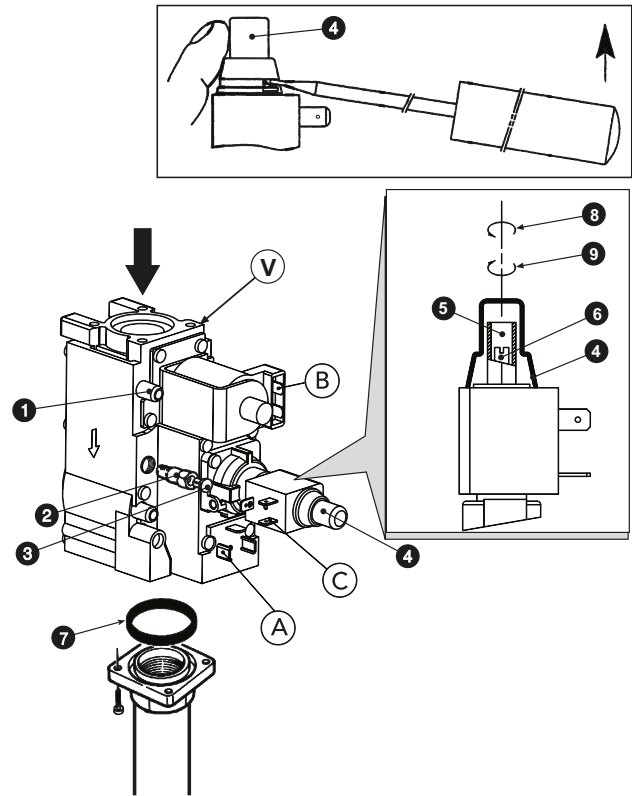

fig. 4 - Trasformazione gas di alimentazione
Le operazioni di regolazione della pressione si effettuano con caldaia in funzione operando sul regolatore di pressione presente sulle valvole gas a 2 stadi (vedere fig. 4)
3. Togliere il coperchietto di protezione del regolatore di pressione 4 di fig. 4.
1. Ruotare lentamente in senso orario la manopola del termostato di regolazione fino al 1° click; la valvola gas verrà così alimentata solamente sulle connessioni A e B (vedere fig. 4).
2. Agire sulla vite 6 di fig. 4 controllando che la pressione corrisponda ai valori della tabella dati tecnici al sez. 5.3.
1. Ruotare la manopola del termostato di regolazione al valore massimo; la valvola gas verrà ora alimentata sulle connessioni A, B e C (vedere fig. 4).
2. Agire sulla vite 5 di fig. 4 controllando che la pressione corrisponda ai valori della tabella dati tecnici al sez. 5.3.
2. Togliere dalla valvola gas il piccolo tappo 3 (fig. 4), avvitare sulla valvola il regolatore "STEP" di accensione 2 contenuto nel kit di trasformazione e rimettere sul regolatore il tappo 3.
Eeguire le stesse operazioni spiegate precedentemente avendo cura di togliere il regolatore "STEP" di accensione 2 di fig. 4 della valvola gas; il tappo 3 di fig. 4 deve essere montato direttamente sulla valvola.